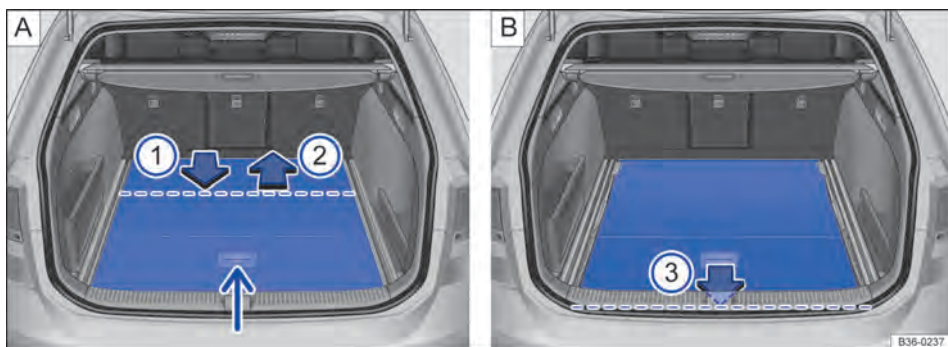

Fig. 193 No compartimento de bagagem: afundar o assoalho do compartimento de bagagem.
- Levantar o assoalho do compartimento de bagagem → Fig. 193 A (seta menor) e virar.
- Puxar o assoalho do compartimento de bagagem no sentido da seta → Fig. 193 A ① sobre o canto do compartimento de bagagem até aproximadamente a linha tracejada. A parte frontal do assoalho do compartimento de bagagem deve virar para baixo.
- Empurrar o assoalho do compartimento de bagagem, no sentido da seta → Fig. 193 A ②, até o batente. O assoalho do compartimento de bagagem está, agora, na posição mais baixa.
- Puxar o assoalho do compartimento de bagagem no sentido da seta → Fig. 193 B ③ para o canto do compartimento de bagagem até o batente.